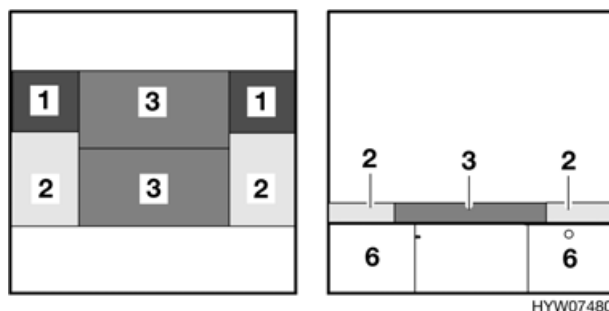

Fig. 39 Dopo la trasformazione
- Collocare i cuscini dello schienale (Fig. 39,1) completamente sulla parete esterna e sulla parete posteriore al sedile.
- Posizionare i cuscini del divano (Fig. 39,2) sulle piastre del sedile estratte.
- Collocare i cuscini laterali (Fig. 39,3) tra i cuscini (Fig. 39,1 und 2), in modo tale che le chiusure a velcro trattengano il cuscino laterale.